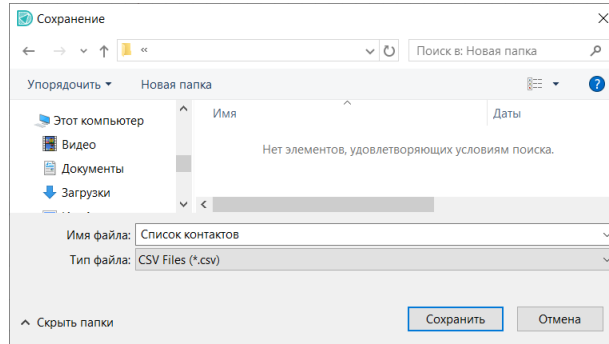

Рис. 259 Выбор места сохранения файла контактов
2. Укажите в окне проводника место сохранения, имя файла и нажмите «Сохранить», см. Рис. 259.